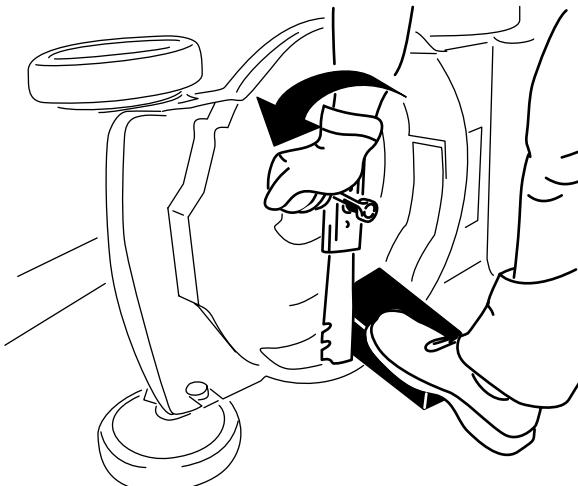

Figura 21
- Utilice un bloque de madera para inmovilizar la cuchilla (Figura 21).
- Retire la cuchilla, conservando todos los herrajes de montaje (Figura 21).